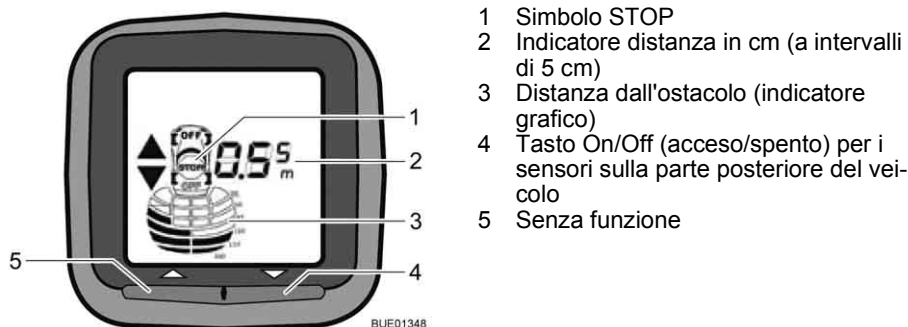

Fig. 8 Quadro di segnalazione Park Boy V
Nella zona passeggeri, un quadro di segnalazione con display (Fig. 8) indica la distanza dall'ostacolo. Contemporaneamente viene emesso un segnale acustico come segnale di avvertenza.
- Premere il tasto On/Off (Fig. 8,4). Il display si illumina e vi compare il simbolo del veicolo. Il sensore di controllo distanza durante il parcheggio è pronto per le misurazioni.
- Premere il tasto On/Off (Fig. 8,4). Indipendentemente dal modo in cui è stato acceso, il sensore di controllo distanza durante il parcheggio può venire spento in qualsiasi momento mediante il tasto On/Off (acceso/spento).
Il display (Fig. 8) indica la distanza in passi di circa 5 cm. Il sensore indica sempre la distanza più breve rilevata.